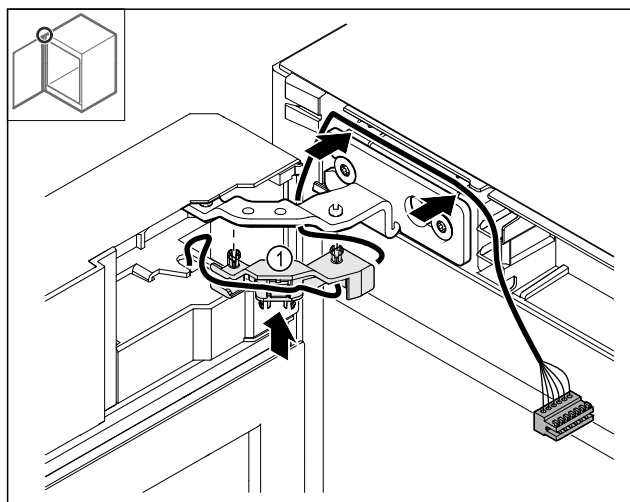

Fig. 45
- Premere il supporto del cavo Fig. 45 (1) nella cerniera.